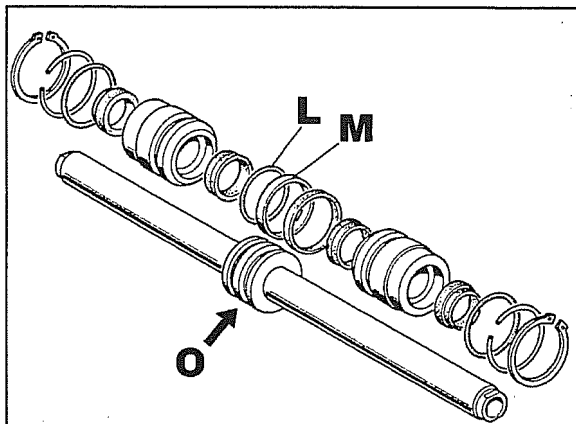
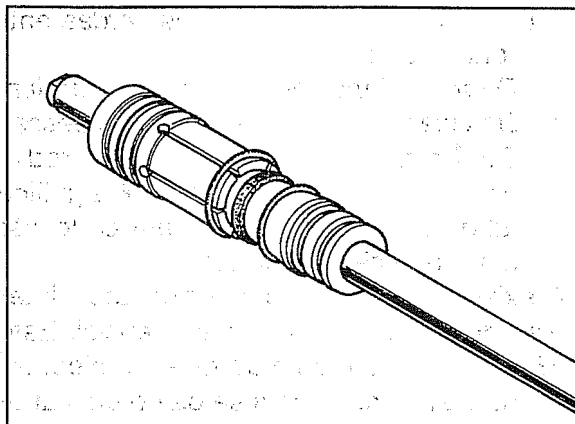

Fig. 72
Fig. 73
A fig. 72 mostra os componentes internos do cilindro volante de condução.
- Para a montagem dos anéis **L-M** fig. 72 no alojamento **O** do pistão, é necessário utilizar o respectivo tampão combinado **N** fig. 73.